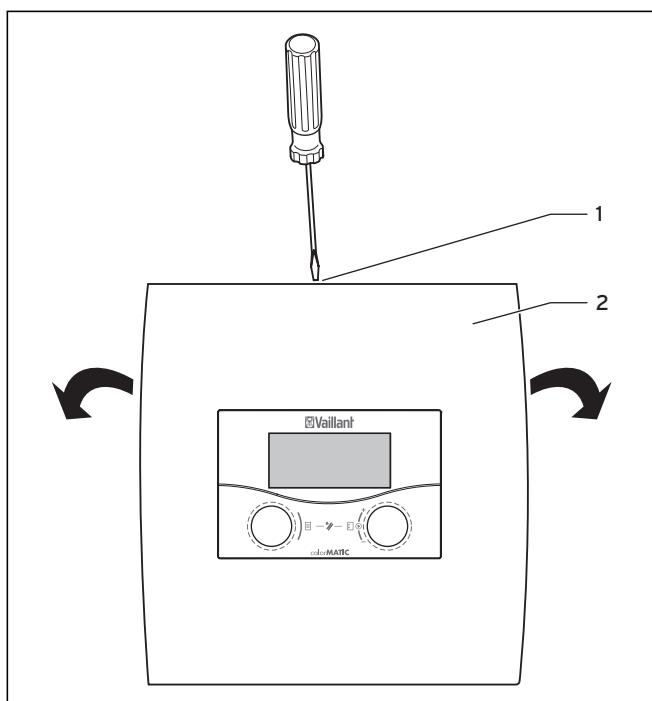

Рис. 10.2 Открывание корпуса для настенного монтажа
- Ослабьте винт (1) с верхней стороны корпуса для настенного монтажа.
- Откините крышку корпуса (2) вниз. Отцепите и снимите ее.
- Извлеките регулятор (1) из корпуса для настенного монтажа (2).
- Для этого введите отвертку в обе защелкивающиеся накладки (→ **рис. 10.2**).